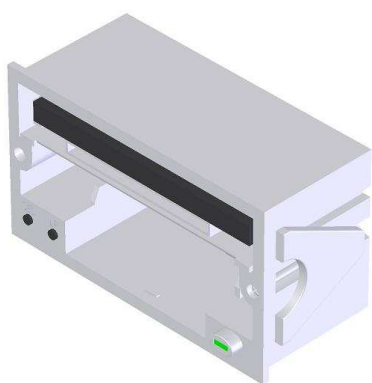

图 2-9
- 2、取下前盖板，将打印头固定板向外拉出，直到色带盒全部露在壳体外面（如图 2-9,2-10）。先抬起色带盒的左端，再抬起色带盒的右端（带旋钮的一端），色带盒即被取下。如图 2-11，2-12